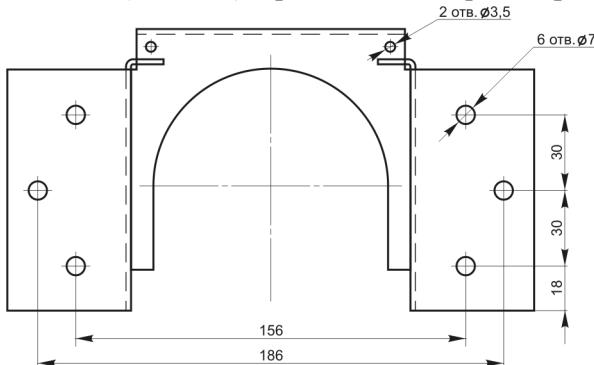

Рис. 3. Крепёжная площадка МПП «Гарант-12КД»
6.3. Закрепить крепёжную площадку модуля в соответствии с определенными местами (по п. 6.2) и разметкой отверстий (рис. 3).